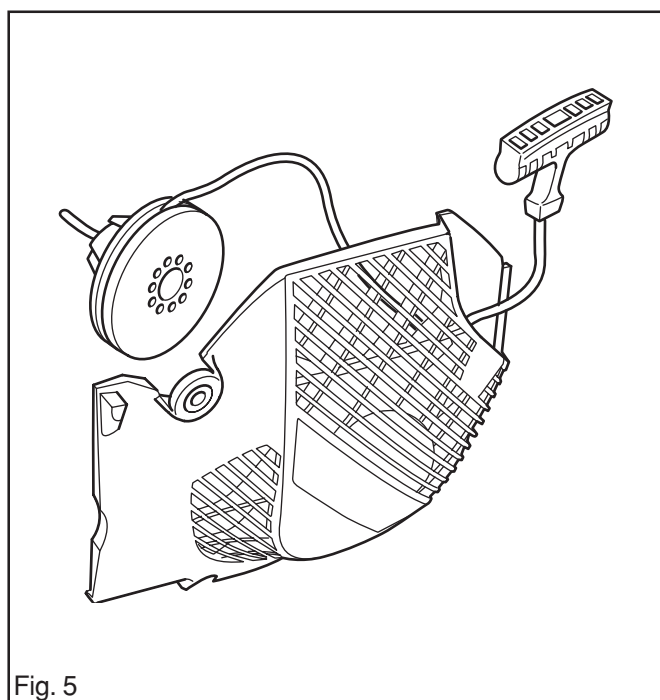

Fig. 5
3. Si une nouvelle corde de lanceur doit être montée, introduire l'extrémité libre dans le trou de la poulie du lanceur. Attraper l'extrémité à l'intérieur de la poulie à l'aide d'une pince demi-ronde et tirer la corde. Voir la fig. 5.
6. Tirer la corde à travers son trou dans le capot et monter la poignée avant de faire un double nœud de sécurité. Voir la fig. 5.
2. Monter la rondelle et l'écrou du rotor volant. Serrer l'écrou selon un couple de 35 Nm. Voir la fig. 5.